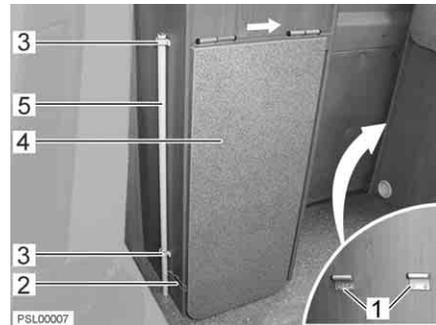
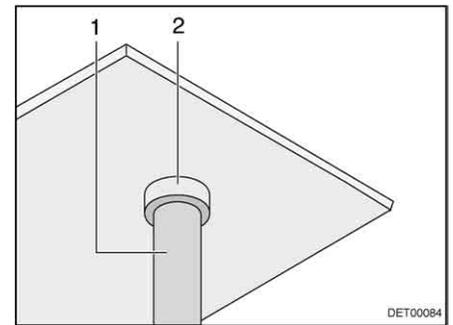

Fig. 20 Tavolo ribaltabile, richiuso
Fig. 21 Tavolo ribaltabile, sede d'alloggiamento del piede del tavolo
- Staccare la reggetta di sicurezza (Fig. 20,2) (bottone a pressione).
- Estrarre il piede del tavolo (Fig. 20,5) verso l'alto dai supporti (Fig. 20,3).
- Ribaltare verso l'alto il piano del tavolo (Fig. 20,4) e inserire il piede del tavolo (Fig. 21,1) nell'alloggiamento (Fig. 21,2).
- Ribaltare verso l'alto il piano del tavolo (Fig. 20,4) e spingere posteriormente (Fig. 20, freccia).
- Inserire il piano del tavolo nei supporti della parete posteriore dell'angolo cucina (Fig. 20,1).
- Inserire il piede del tavolo (Fig. 21,1) nell'alloggiamento (Fig. 21,2).